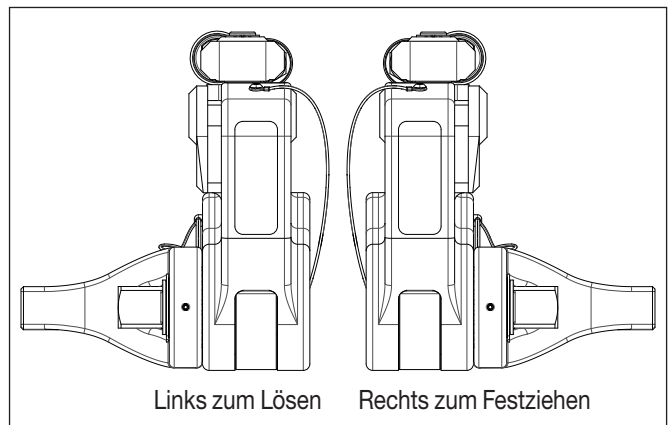

Abbildung 9: Antriebsrichtung zum Lösen/Anziehen
- Zum Anziehen von Bolzen bringen Sie den Vierkantantrieb an, wie in Abbildung 9 gezeigt.